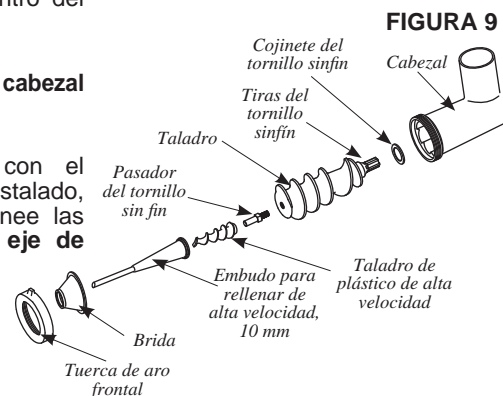

FIGURA 9
3. Inserte el **tornillo sinfín**, con el **cojinete del tornillo sinfín** instalado, dentro del **cabezal** (Figura 9). Alinee las **tiras del tornillo sinfín** con el **eje de transmisión del molino**.